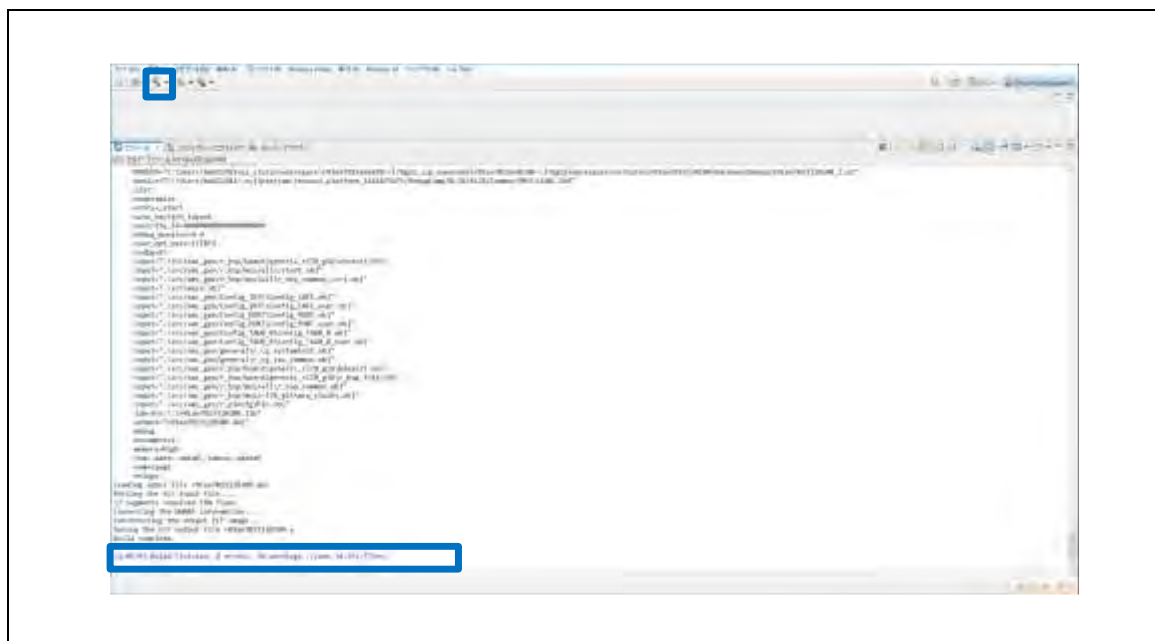

図 2-27 ビルド成功
- (4) サンプルプログラムは、ルネサスから公開されているアプリケーションノートを参照して必要に応じて改良や機能追加ができます。
- (5) ソフトウェアの構成や編集が終了したら、図 2-27 に示すように、メインツールバーの「ビルド」アイコンをクリックします。